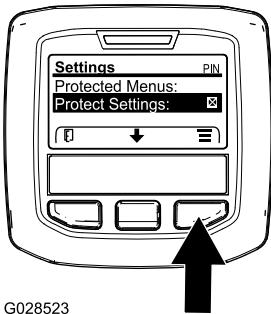

Figura 25
1. Desde el menú PRINCIPAL, utilice el botón central para desplazarse hacia abajo hasta el menú CONFIGURACIÓN y pulse el botón derecho (Figura 25).